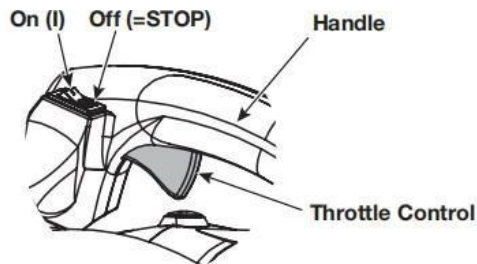

Fig. 5
- c) Schuif de ON/OFF schakelaar naar de ON positie (I). (Fig. 5).
- b) Druk op de ON/OFF schakelaar en houd deze in de OFF (STOP) positie totdat de motor volledig tot stilstand is gekomen (Fig. 5).